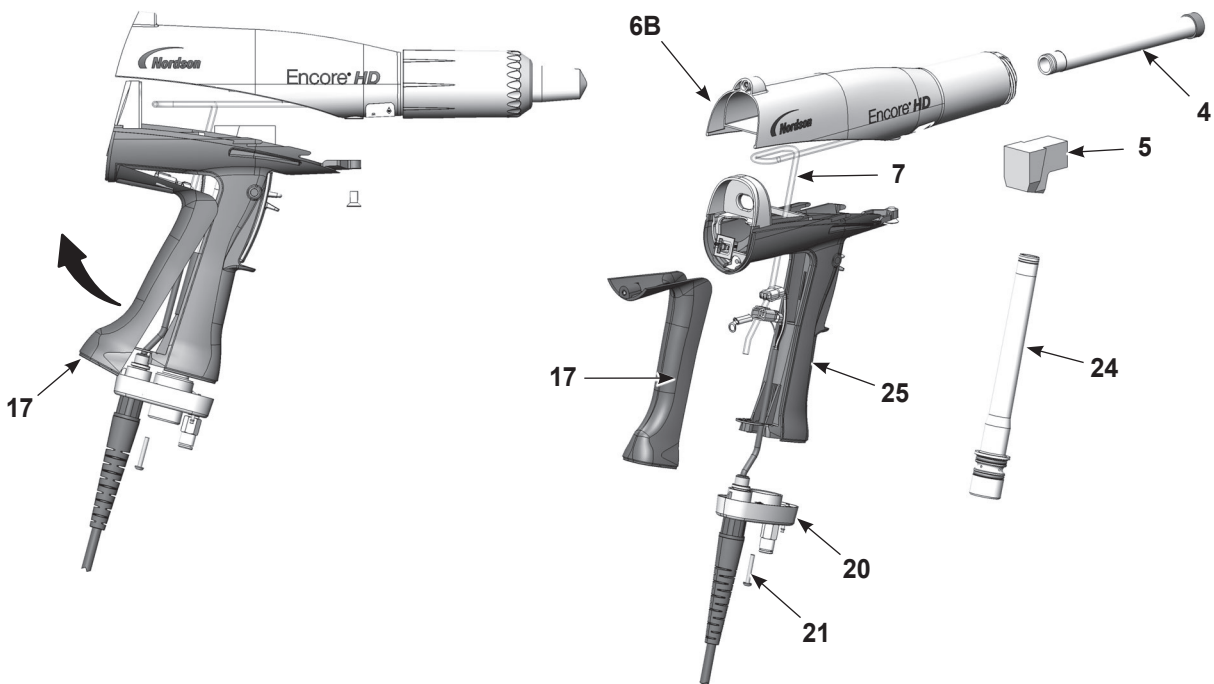

Abbildung 14 Pulverführung ersetzen
2. Siehe Abbildung 14. Das Winkelstück (5) vom Eingangsrohr (24) abnehmen.
3. Die beiden M3×20-Schrauben (21) von der Griffbasis (20) abschrauben.
4. Die Basis weg vom Griff ziehen, dann die Unterseite des Erdungsstücks (17) nach oben und weg vom Griff schwenken und es dann abnehmen. Erdleiter am Erdungsstück angeschlossen lassen.
5. Das Eingangsrohr (24) nach oben aus der Basis herauschieben, dann die Basis zur Seite bewegen und das Eingangsrohr aus dem Griff ziehen.
6. Das Ausgangsrohr (4) vorn aus dem Applikatorgehäuse (6B) schieben.
1. Siehe Abbildung 14. Ausgangsrohr (4) im Applikatorgehäuse (6B) installieren; das Ende des Rohrs muss bündig mit dem Ende des Applikatorgehäuses abschließen.
2. Eingangsrohr (24) im Griff (25) installieren und anschließend das Ende des Rohrs in der Griffbasis (20) installieren.
3. Griffbasis nahe an den Griff schieben; dann das obere Ende des Erdungsstücks (17) im Gehäuse einhaken und das Erdungsstück mit einer Drehbewegung am Griff installieren. Beim Wiederausammensetzen sicherstellen, dass die Kabeldrähte nicht gequetscht oder eingeklemmt werden.
4. Die Griffbasis an Griff und Erdungsstück installieren und mit den beiden M3×20-Schrauben (21) befestigen.
5. Das Winkelstück (5) am Eingangsrohr montieren; das Ende ist dabei wie abgebildet auf die Vorderseite des Applikators ausgerichtet.